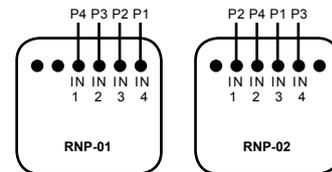

Fig. 1
1. Fig. 1 visar knapparnas nummer för sändarna RNP-01/RNP-02 – samma programmering som för P-257/4 och RNK-04